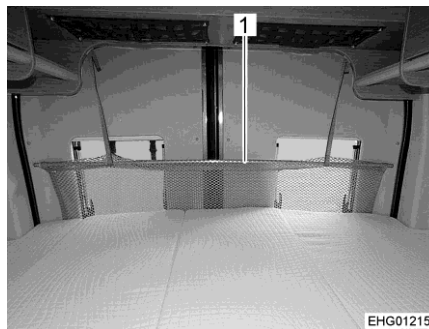

Fig. 58 Protection antichute (lit ar-rière longitudinal)
- ▷ Les fenêtres des portes arrière sont dotées d'une protection antichute (Fig. 58,1).